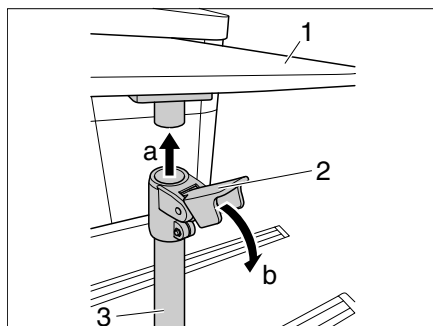

Bild 12 Stützfuß klemmen
- Tischplatte (Bild 12,1) um 90° schwenken.
- Stützfuß (Bild 12,3) in die Tischplatte stecken (a).
- Klemmung (Bild 12,2) nach unten drücken (b).